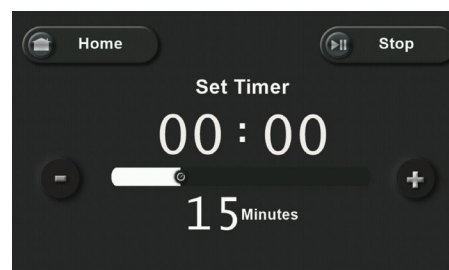

Fig. 1
3. Utilisez le curseur pour ajuster le minuteur. La durée maximale est de 30 minutes. (Fig. 1)